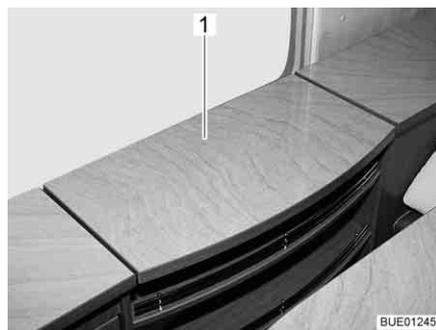
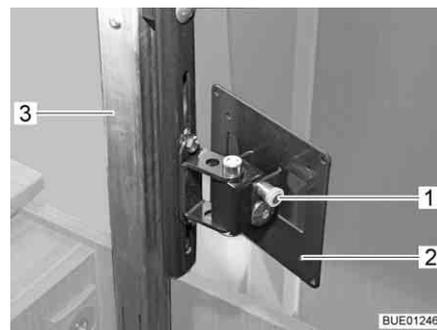

Bild 47 TV-Fach
Bild 48 Hubmechanismus
- Abdeckung (Bild 47,1) des TV-Fachs in der Mitte leicht nach unten drücken. Die Ausschubsäule (Bild 48,3) wird entriegelt und fährt nach oben.
- Entriegelungsknopf (Bild 48,1) ziehen und Halterung (Bild 48,2) mit Flachbildschirm in gewünschte Position schwenken.
- Flachbildschirm in Ausgangslage zurückschwenken, bis Halterung (Bild 48,2) in die Verriegelung einrastet.
- Abdeckung (Bild 47,1) in der Mitte gegen den Widerstand der Ausschubsäule (Bild 48,3) nach unten drücken, bis die Verriegelung einrastet.